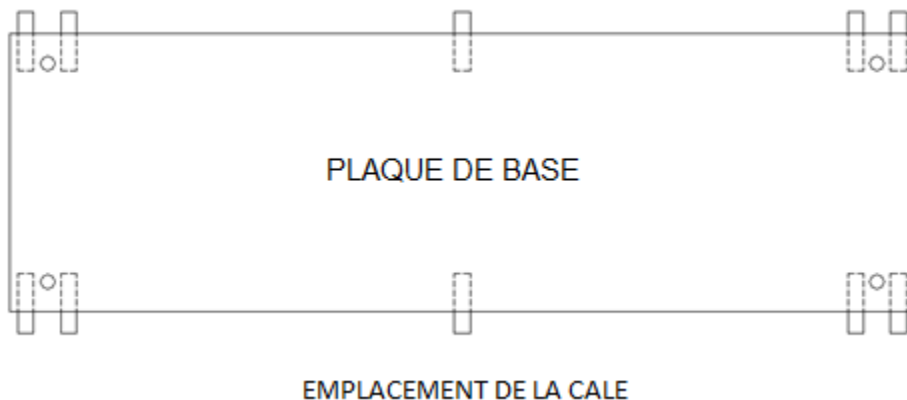

Figure 4-3: Emplacements du bord
3. Les cales/bords doivent être remplacés sur la couche de base, comme indiqué à la **Figure 4-3**. Utilisez 2 à 3 par pile pour obtenir l'intervalle souhaité entre la plaque de base et la couche de base. L'intervalle normal est de 1 po à 1-1/2 po.